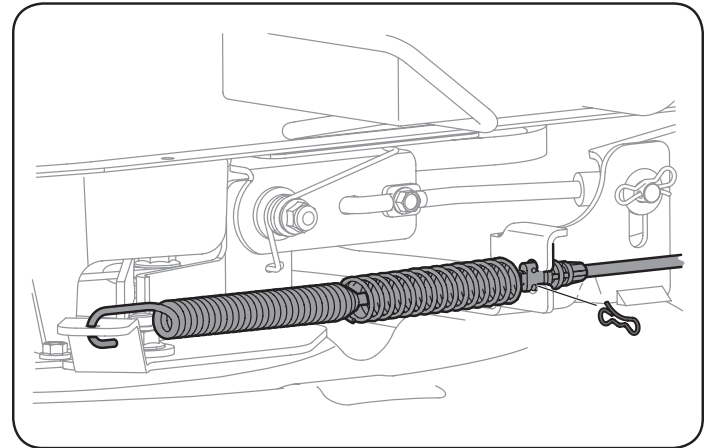

Figura 36
8. Extraiga con cuidado el cable de la PTO de la parte posterior de la plataforma de corte retirando el pasador de chaveta con unión curva que lo sujeta. Retire el resorte del soporte de polea loca de la plataforma. Vea la Figura 36.